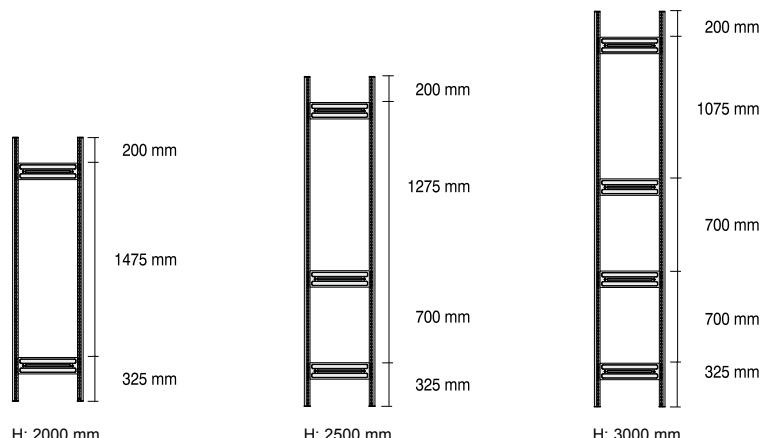

Fig. 2
(DK) Opstil to gavlben i samme afstand som forbindelsesstykkerne (fig. 1). Indsæt forbindelsesstykkerne som vist på fig. 2 (pilene peger i retning mod gulvet), og slå dem ind i gavlbenene med en gummihammer el.lign.
Vigtigt! Forbindelsesstykkernes fikseringselementer (fig. 2 a) skal gå i indgreb i gavlbenene i begge sider (fig. 3 a).
(N) Sett opp to støtteprofiler i avstand som tilsvarer støtteforbindelsen (Fig. 1). Sett inn støtteforbindelsene som vist i Fig. 2 (pilene viser retning mot gulvet) og slå dem inn med en gummihammer eller liknende i støtteprofilene.
Forsiktig! Låsstykkene til støtteforbindelsen (Fig. 2 a) må passe inn på begge sider av støtteprofilene (Fig. 3 a).
(S) Placera två stödprofiler på stolpförbindarnas avstånd (bild 1). Sätt in stolpförbindarna motsvarande bild 2 (pilara visar mot golvet) och slå in dem i stödprofilerna med en gummihammare eller dylikt.
Observera! Stolpförbindarnas fixeringsprägling (bild 2 a) måste haka in i stödprofilerna på båda sidorna (bild 3 a).